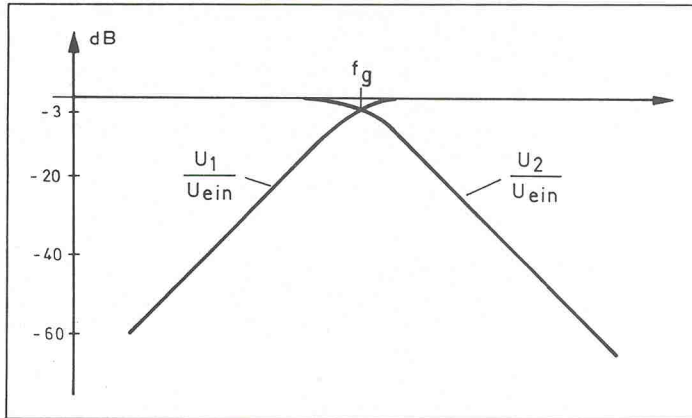

Bild 5.
1. Ordnung. Bild 5 zeigt beide Funktionen. Machen wir den Integrator abstimmbare, indem wir für  $R_2$  ein Potentiometer einsetzen, so lassen sich beide Funktionen 'synchron' durchstimmen.